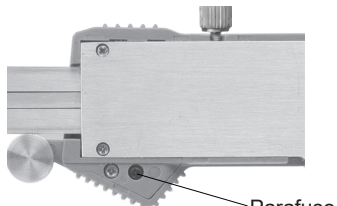

fig.1
---Solte o parafuso e remova a tampa da bateria (fig. 1)